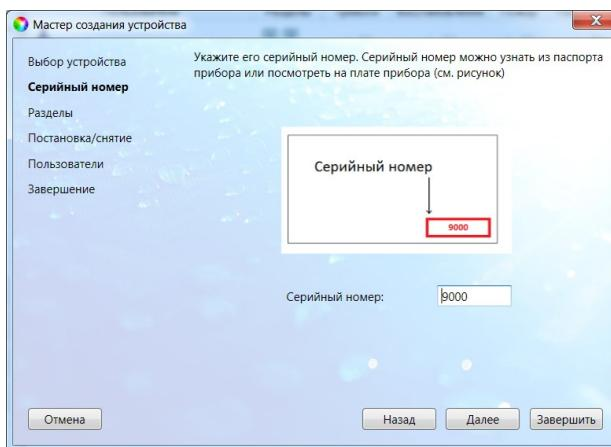

Рис. 5.10. Окно Серийный номер
9. В следующем окне *Серийный номер* автоматически определяется серийный номер (рис. 5.10).